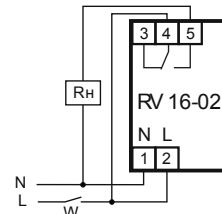

Рис. 2: схема подключения нагрузки мощностью до 2,2 кВт к устройству
- Если мощность нагрузки не превышает 2,2кВт, подключите нагрузку к изделию согласно рис.2. Для этого используйте одножильный или многожильный провод с двойной или усиленной изоляцией сечением, соответствующим мощности нагрузки. Фазное напряжение подается на контакты 2 и 4 устройства. Напряжение может подаваться через выключатель W или напрямую. Заземленная нейтраль N подключается к контакту 1 изделия и нагрузке. Кроме того, нагрузка подключается к контакту 5 изделия.